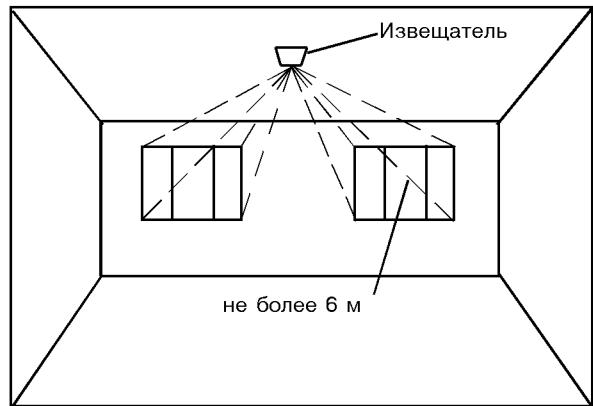
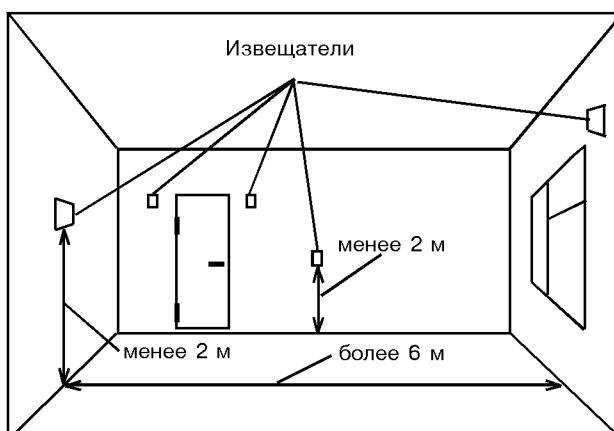

Рис. 4 - Установка извещателя на потолке
Рис. 9 - Не рекомендуемые места установки извещателя
- извещатель рекомендуется устанавливать на высоте не менее 2 м (см. примеры установки на рис. 4–8);
На рис. 4–8 показаны варианты правильной установки извещателя, на рис. 9 – неправильной.